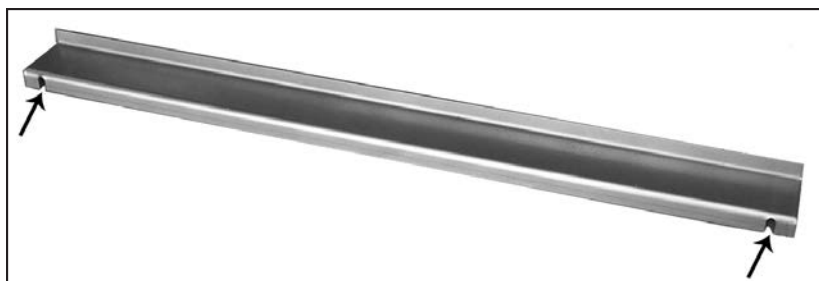

Figure 62: support de panneau de briques, fentes présentés
1. Retirez les deux (2) vis de l'arrière de la chicane, utiliser un 1/4 "prise ou d'un tournevis à tête plate. Placez le support de briques fourni (Figure 62) à l'arrière de la chicane avec les fentes sur les trous de vis (voir figure 63). Insérez deux (2) des vis prévues dans les deux (2) trous le long du bas de la chicane.